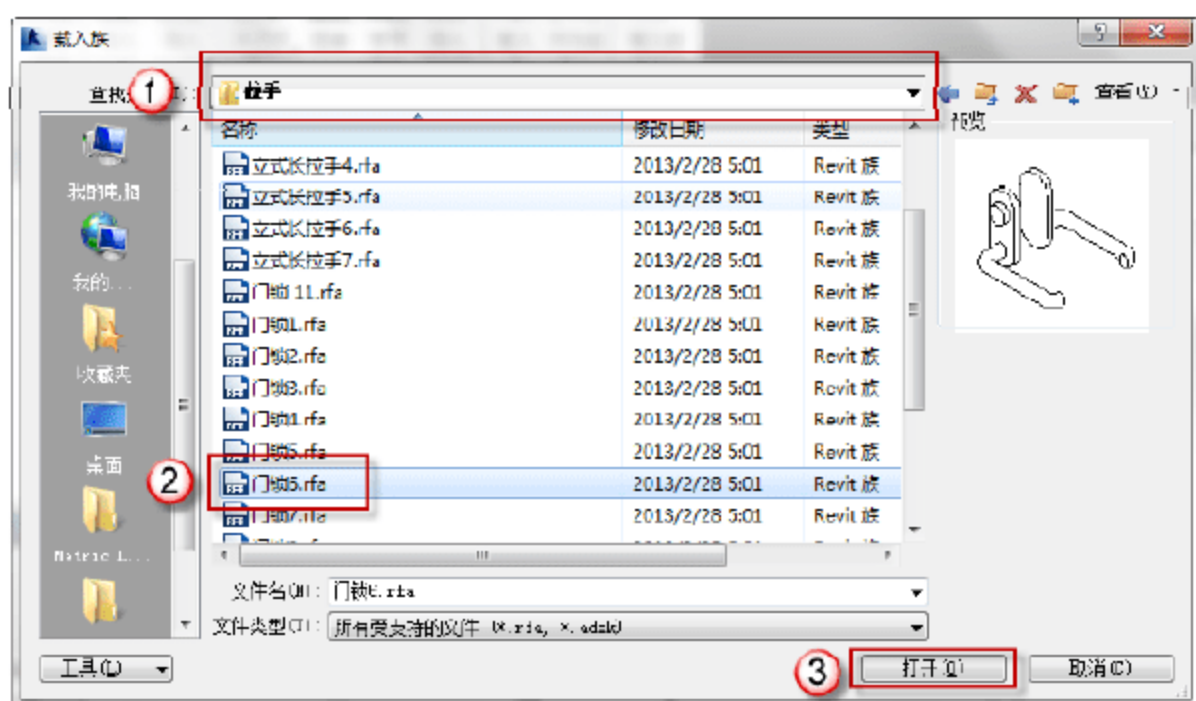

图 6.1.137 插入族“门锁 6.rfa”
(19) 载入族“门锁 2.rfa”。选择“项目浏览器”中的“楼层平面”→“参照标高”选项,进入门的参照标高视图。选择“插入”→“载入族”命令,弹出“载入族”对话框,打开“建筑”\“门”\“门构件”\“拉手”文件夹,选择“门锁 6.rfa”,单击“打开”按钮,如图 6.1.137 所示。